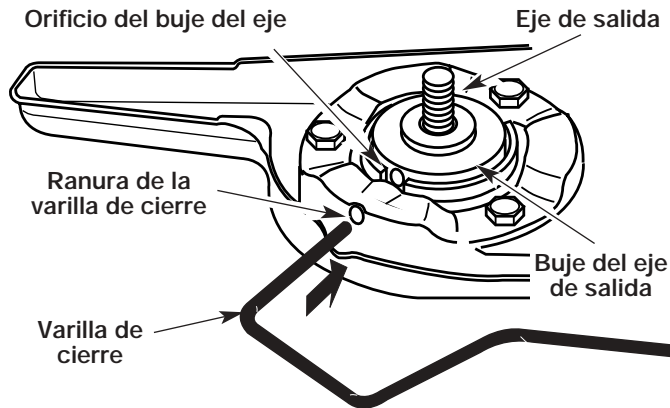
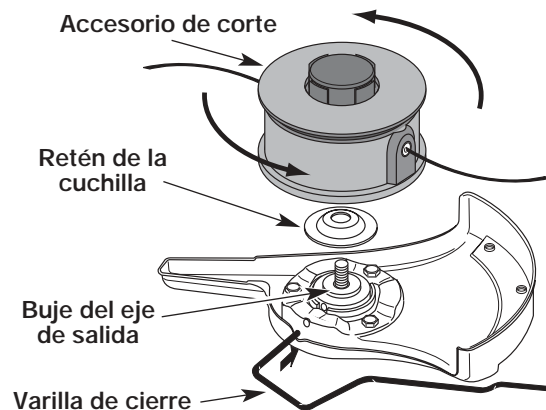

Figure 8
Figure 15
1. Alinee el orificio del buje del eje con la ranura de la varilla de cierre e inserte la varilla de cierre en el orificio del buje del eje (Fig. 8).
6. Alinee el orificio del buje del eje con la ranura de la varilla de cierre e inserte la varilla de cierre en el orificio del buje (Fig. 8).
- Alinee el orificio del buje del eje con la ranura de la varilla de cierre e inserte la varilla de cierre en el orificio del buje (Fig. 8).
- Alinee el orificio del buje del eje con la ranura de la varilla de cierre e inserte la varilla de cierre en el orificio del buje del eje (Fig. 8). Coloque el retén de la cuchilla en el eje de salida con la superficie plana contra el buje del eje de salida según se ilustra en la Fig. 15. Enrosque el accesorio de corte en sentido antihorario en el eje de salida. Ajuste bien.
5. Con la unidad en la posición de arranque (Fig. 8). **NO APRIETE EL CONTROL DE ACELERACIÓN**, hale la cuerda de arranque con fuerza 5 veces, la palanca EZ-Start™ debe estar hacia la izquierda.